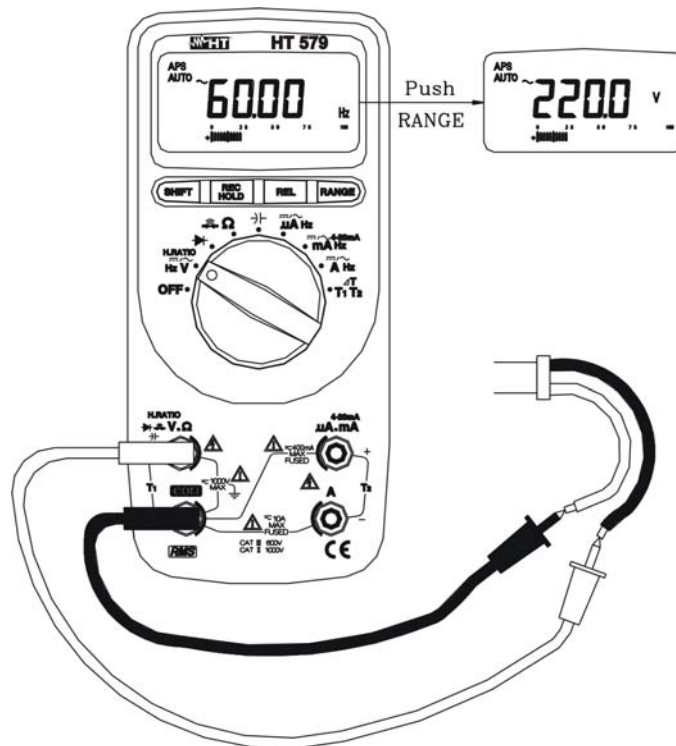

Abb. 8: Frequenz Messung
- Verbinden Sie die Messleitungen wie folgt, die rote in die  Buchse und die schwarze in die **COM** Buchse (Abb. 8).